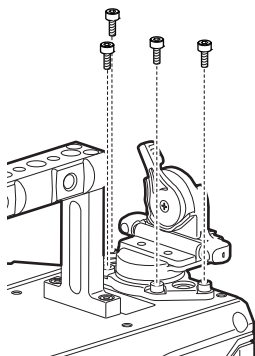

図 1
- 1 コントロールパネル取り付け金具を、付属のねじ（4本）で取り付ける。（図 1）